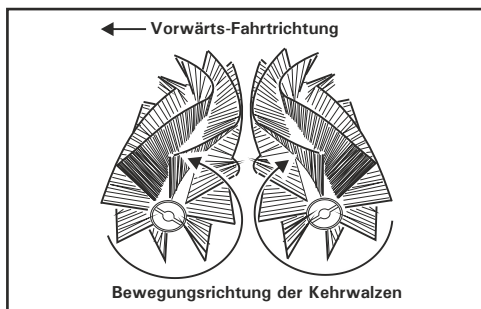

Abb. 50
- **Empfehlung:** Beim Ersetzen der hinteren Kehrwalze wird der Wechsel der vorderen Kehrwalze auf die hintere Seite (Abb.1) empfohlen, die neue Kehrwalze dann vorne einsetzen, V-Richtung unbedingt beachten! (Abb.50)
- Schieben Sie die Kehrwalzen in die Kehrtunnel, Achten Sie unbedingt auf die Drehrichtung der Kehrwalzen. (Abb. 50)